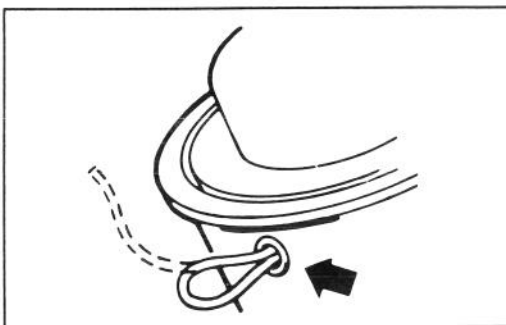

Figure 6
2. Après chaque emploi, collez de nouveau le bout du fil ou bouclez-le dans l'oeillet (voir Fig. 6) afin d'empêcher le défaulage.